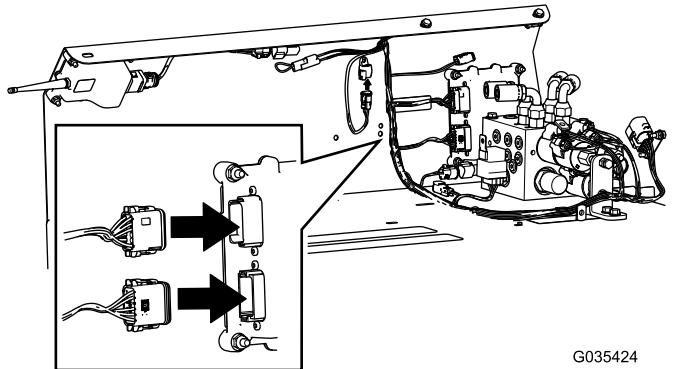

Figura 15
- Ligue as ligações do controlador aos adaptadores do controlador (Figura 15).